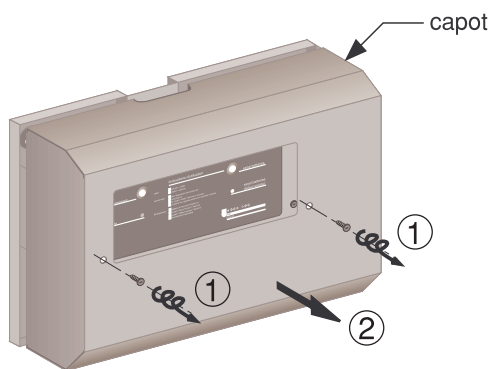

fig.1
- démonter le capot suivant les indications de la *fig. 1*.